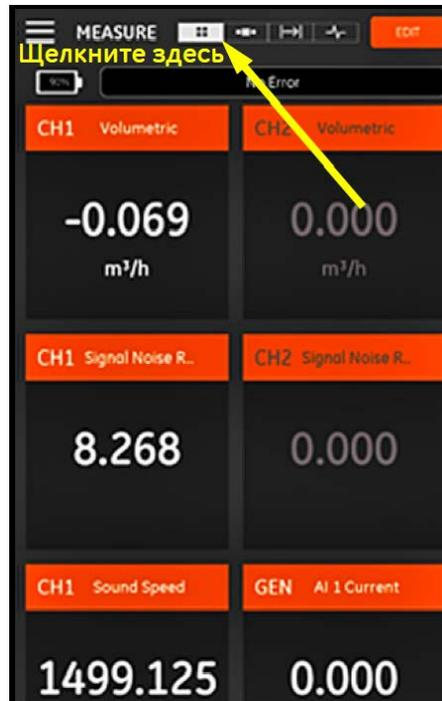

Рис. 91: Экран нескольких измерений
Обратите внимание, что на Рис.91 ниже CH1 (канал 1) был включен, а CH2 (канал 2) был выключен в меню PROGRAM (ПРОГРАММИРОВАНИЕ). Кроме того, к каналу General (Общее) не подключено никакого источника AI (аналоговый ввод), потому что значение нулевое.
отображения является подсвеченный значок  в верхней части экрана (см. Рисунок 91 на странице 94). Обратите внимание на следующее:
- Непосредственно над областью отображения измерений на экране находится окошко Состояния ошибки. При отсутствии системных ошибок нет, отображается No Error (Нет ошибок) (см. Рисунок 91 на странице 94). Однако, если системная ошибка все же произойдет, информация о ней будет отображаться в этом месте на мигающем красном фоне.